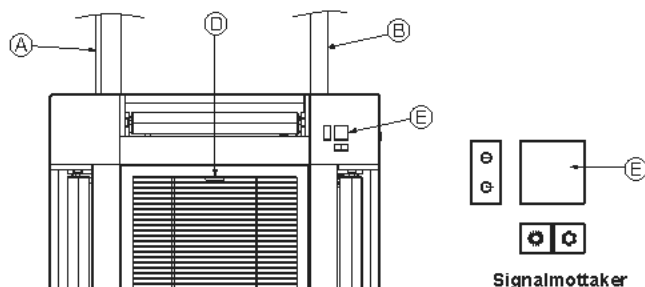

Fig. 10-17
10.5. Montere luftgitteret (Fig. 10-17)